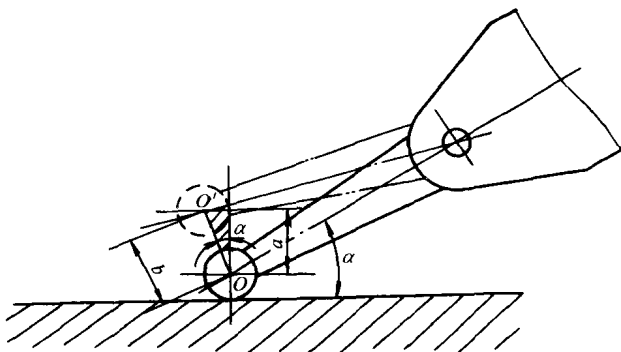

图 1-5 杠杆千分表测杆轴线位置引起的测量误差
3) 杠杆千分表的测杆轴线与被测工件表面平行, 夹角越小, 测量误差越小。当夹角 $\alpha > 15^\circ$ 时, 会产生较大的测量误差, 如图 1-5 所示, 需进行修正, 测量值修正公式为